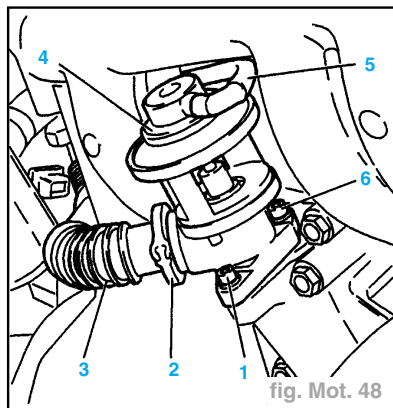

fig. Mot. 48
- Déposer la vis (6) (fig. Mot. 48).